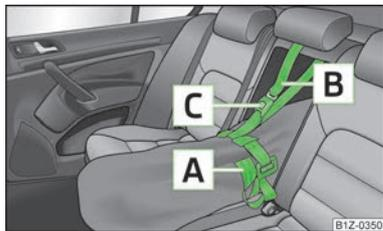

Fig. 82
- Fijar la banda de tracción A en el extremo libre alrededor de los esquíes delante de las fijaciones » fig. 82.
- Después de cargar los esquíes, se deberá asegurar la bolsa para carga de gran longitud con la banda de seguridad B » fig. 82.